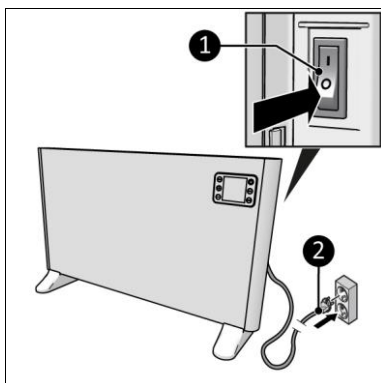

Abbildung 14
1. Stellen Sie sicher, dass sich der EIN/AUS-Schalter in der AUS-Position befindet (Abbildung 14, Pos. 3).
2. Verbinden Sie den Stecker des Temperatursensors (Abbildung 14, Pos. 2) mit dem Sensorstecker (Abbildung 14, Pos. 1).
2. Stellen Sie sicher, dass sich der EIN/AUS-Schalter in der AUS-Position befindet (Abbildung 14, Pos. 1).
3. Stecken Sie den Netzstecker (Abbildung 14, Pos. 2) in eine leicht zugängliche geerdete Steckdose. Verwenden Sie eine geerdete Steckdose mit einer Mindestleistung von 2500 Watt.